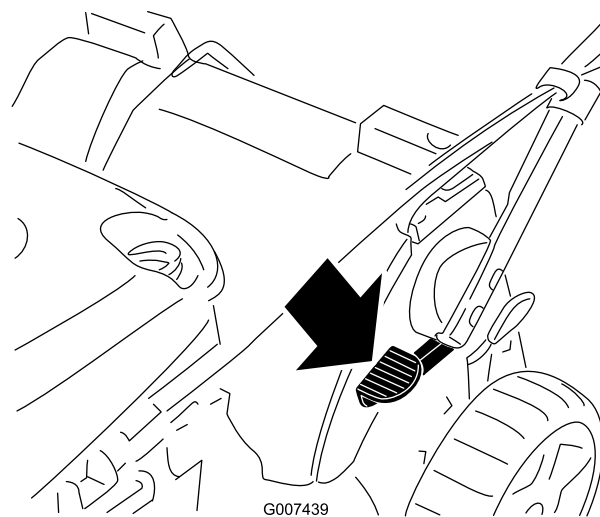

Figura 57
1. Premete il pedale col piede e tenetelo premuto (Figura 57).